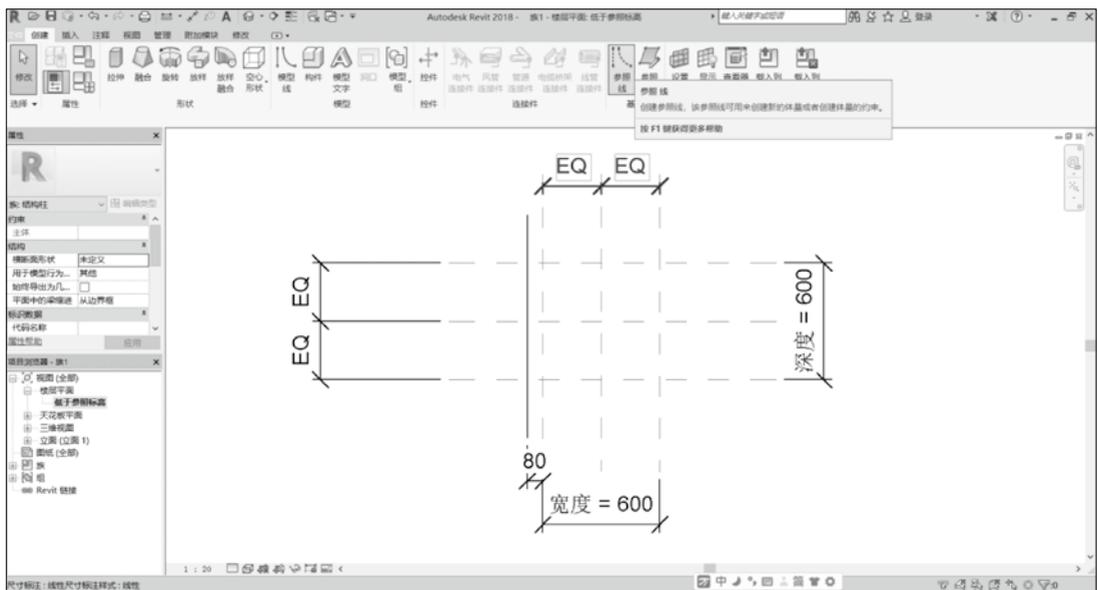

图 3.1.13 添加参照线
(3) 修改楼层平面“低于参照标高”平面的尺寸, 并添加参照线, 如图 3.1.13 所示。